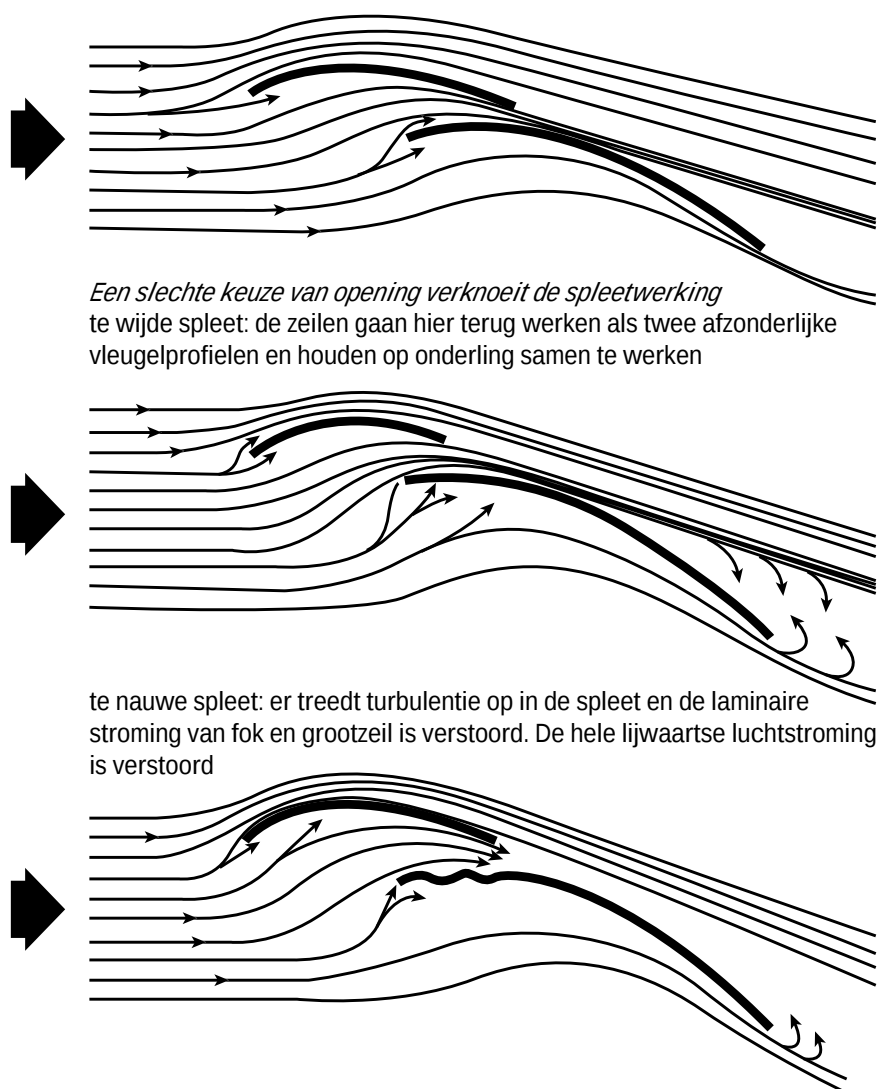

Fig. 100: illustratie van de spleetwerking tussen GZ en fok
2.4.11.2D Interactie tussen fok en grootzeil (spleetwerking) (fig. 100)
Testen in windtunnels hebben aangetoond dat het achterlijk van de fok tenminste tot aan het ZDP van het grootzeil moet reiken om zoveel mogelijk voordeel uit de spleetwerking te halen. Bij jachten wordt dit verwezenlijkt door de genua (fig. 100).